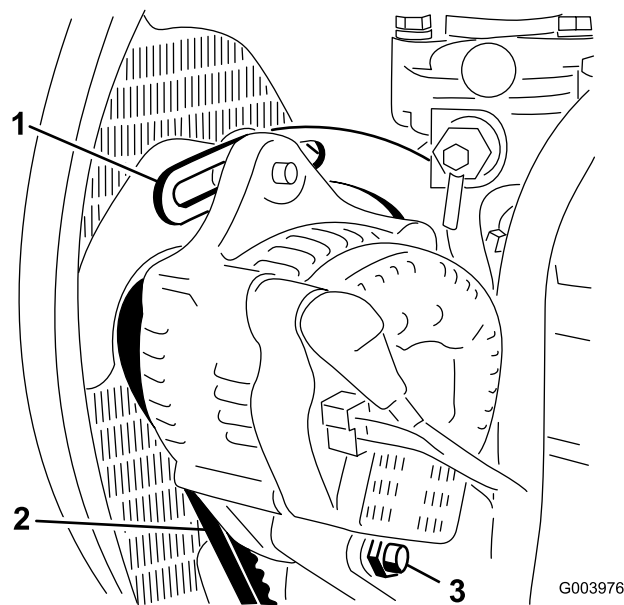

Figure 49
2. Contrôlez la tension de la courroie d'alternateur (Figure 49) en exerçant une force de 10 kg à mi-distance entre les poulies d'alternateur et de vilebrequin.
3. Desserrez le boulon de fixation du renfort au moteur (Figure 49), le boulon de fixation de l'alternateur au renfort et le boulon de pivot.